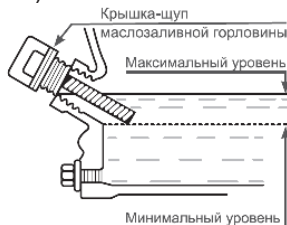

Рис. 8. Крышка-щуп маслозаливной горловины
2. Открутите крышку-щуп маслозаливной горловины и извлеките щуп (Рис. 8).
- Выкрутите крышку-щуп маслосаливной горловины и извлеките щуп (Рис. 8).